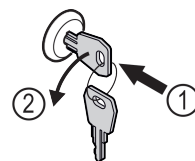

Fig. 170
- ▶ Πιέστε μέσα το κλειδί. Fig. 170 (1)
- ▶ Περιστρέψτε το κλειδί 90° αριστερόστροφα. Fig. 170 (2)